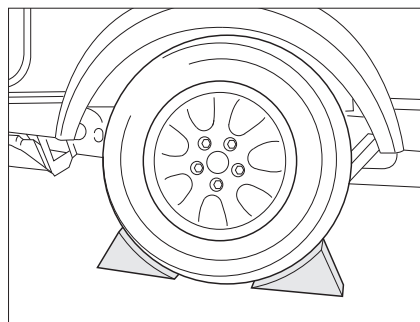

Fig. 183 Asegurar el vehículo
- Colocar zapatas de freno u objetos similares adecuados debajo de la rueda opuesta para asegurar el vehículo (Fig. 183).